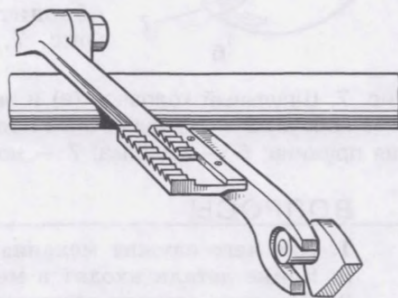

Рис. 4. Зубчатая рейка
**Механизм двигателя ткани.** Этот механизм представляет собой зубчатую рейку (рис. 4), которая соединена с главным валом машины и может перемещаться горизонтально и вертикально.